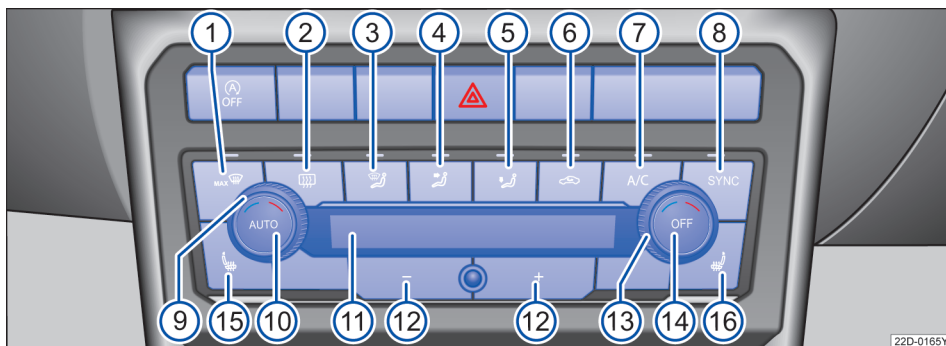

图 87 中控台上：自动空调的操作元件
– 转动温度调节开关 ⑨ 或 ⑬ → 图 87，即可设定驾驶员侧或前排乘员侧的温度并通过 ⑪ 显示设定的温度。
– 按压按钮 ① 至 ⑧ 之间的某个按钮即可启动相应功能。开启某项功能后按钮内的指示灯随之亮起，再按一下该按钮，该功能即被关闭。
- 按压 ③ 至 ⑤ 中的某个按钮 → 图 87，或者按压鼓风机档位调节开关 ⑫ 即可关闭自动运行模式。按钮 **AUTO** 中的指示灯随即熄灭。
- 按压按钮→图 87⑥，即可打开空气内循环模式。按钮上的指示灯随即亮起。
在空气内循环模式下，如果制冷装置已关闭，则不会对吸入的空气除湿。为了避免挡风玻璃上产生水雾，建议按下按钮→图 87⑦，打开制冷装置。按钮中的指示灯随即亮起。